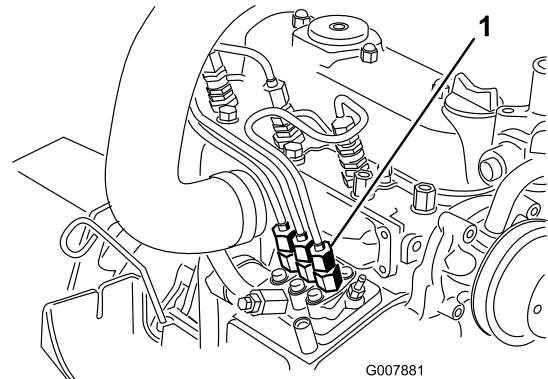

Figura 41
1. Coloque un trapo debajo del conector del tubo que viene desde la bomba de inyección a la boquilla del inyector N° 1, según muestra Figura 41.